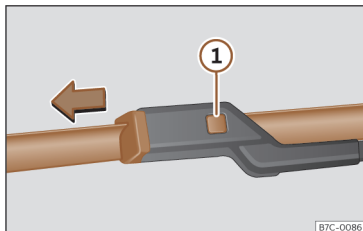

Fig. 213 Substituição das escovas do limpa para-brisas.
- Mantenha pressionado o botão de desbloqueio >>> Fig. 213 ① puxando ligeiramente pela escova no sentido da seta.